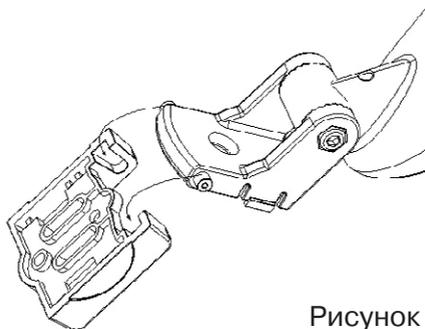

Рисунок 4
- Прислоните штифт к штифт-пластине (Рисунок 4).